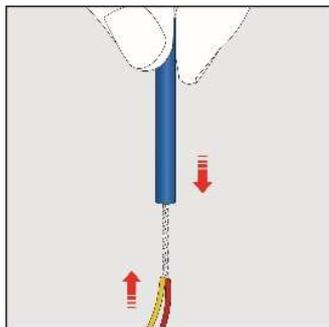

Abb. 3-40
- Setzen Sie die PVC-Schlauchhülse auf, danach die Hülse zusammen mit den Drähten umbiegen, um so eine widerstandsfähigere Verbindung herzustellen (Abb. 3-40 bis 3-43).